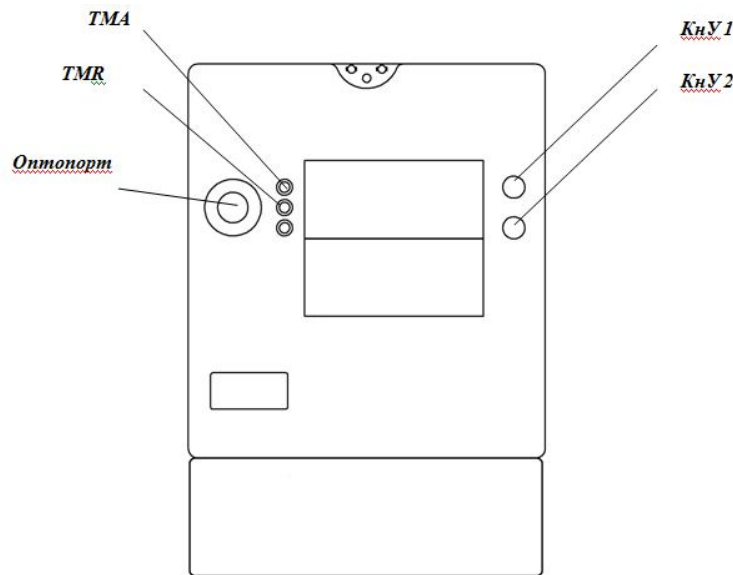

Рисунок 2 – Схема расположения индикаторов и органов управления счетчиков
7.4 Подключение абонента к электросети выполняется в **двух** режимах: **дистанционно** при помощи устройств АС по интерфейсам PLC, RS-485, RF или в **ручном режиме** при помощи кнопки управления (далее – КнУ), расположенной на лицевой поверхности счетчика (см. рисунок 2).
Если **знаки -- --- мигают**, следует нажать КнУ1 (см. рисунок 2) и удерживать ее в нажатом состоянии 2 с, после чего начнется обратный отсчет (см. рисунок 23) и РУ включится автоматически.
- мигание индикатора ТМА (см. рисунок 2) пропорционально активной мощности подключенной нагрузки. При подключении нагрузки мощностью 0,1 кВт по каждой фазе индикатор ТМА должен мигать с частотой приблизительно 3 раза в секунду;